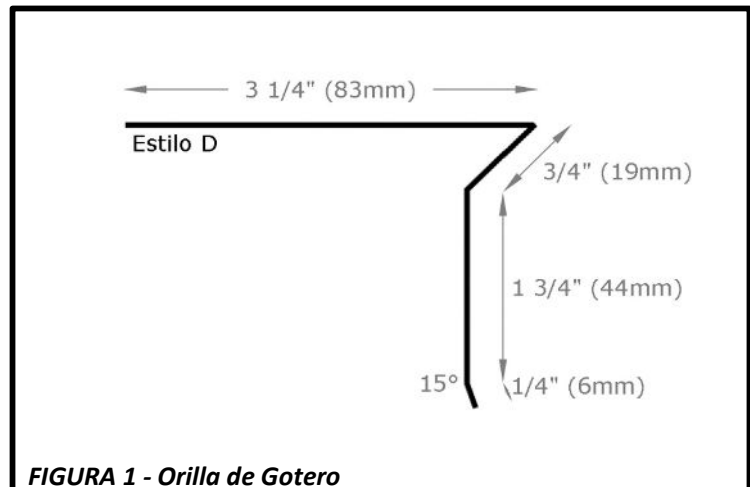

FIGURA 1 - Orilla de Gotero
- **ORILLA DE GOTERO** - En los aleros, FWAVE recomienda el uso de una contra gotera de **metal estilo "D"** hecha de materiales resistentes a la corrosión y que se extienda un mínimo de **2 pulgadas (51 mm)** hacia atrás desde la orilla del techo y se dobla hacia abajo sobre la fascia, como es visto en la **Figura 1.**